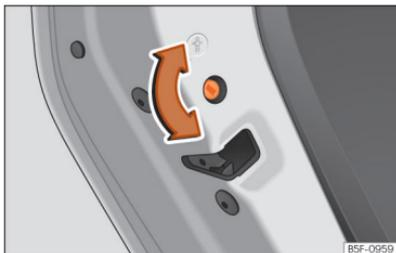

Fig. 55 Sistema de segurança para crianças da porta esquerda.
- Com a porta aberta, rode a ranhura com a chave do veículo no sentido horário para as portas esquerdas »» Fig. 55 e no sentido anti-horário para as portas direitas.
- Com a porta aberta, rode a ranhura com a chave do veículo no sentido anti-horário para as portas esquerdas »» Fig. 55 e no sentido horário para as portas direitas.